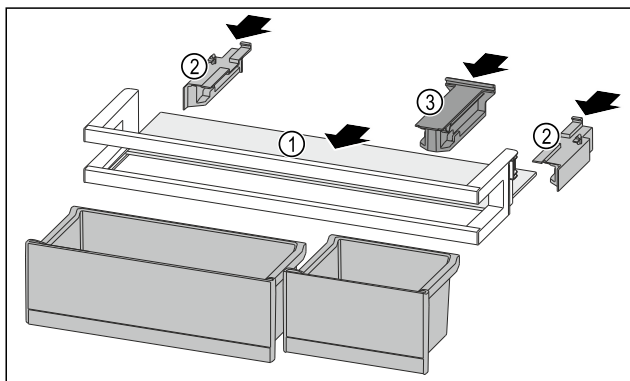

Fig. 93
- Skub hylden Fig. 93 (1) ind i udsparringerne i siden.
- Indsæt sidesektionerne Fig. 93 (2).
- Indsæt holdesektionen Fig. 93 (3).